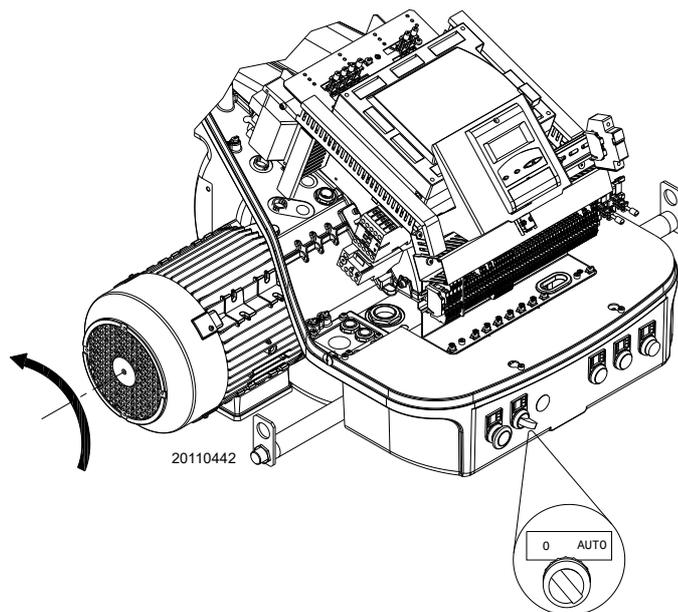

Fig. 31
Fermer les thermostats/pressostats et mettre l'interrupteur de la Fig. 31 sur « **AUTO** ».
En cas de signalisation de tension, arrêter **immédiatement** le brûleur et contrôler les branchements électriques. Quand le brûleur démarre, vérifier la direction de la rotation du moteur, comme indiqué sur la Fig. 31.
- mettre l'interrupteur de la Fig. 31 sur « **0** » et attendre que la boîte de contrôle réalise la phase d'extinction ;
- en retirant le capot et en agissant sur l'interrupteur « 0-AUTO » de Fig. 31 à la page 31 ;